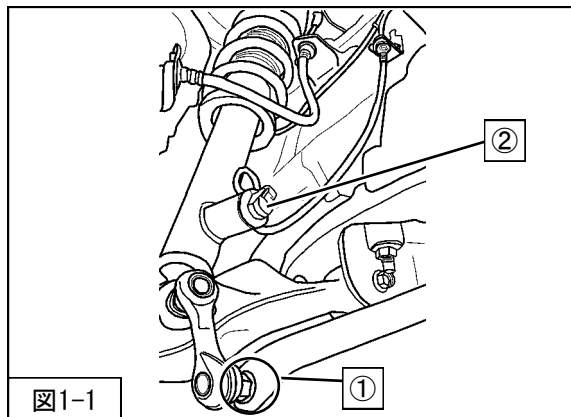

図1-1
2. ①スタビライザリンク取付ナットを取外してください。(図1-1)
3. ②ダイナミックデジタルサスペンションのコネクター接続を切り離してください。